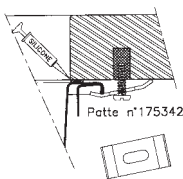

Fig.1 - Bassins par dessous
① Positionner les pattes de fixation uniformément sur la périphérie de la découpe (voir Fig.1 ou Fig.2). **Ne pas utiliser les pattes rouges livrées avec certains modèles.**